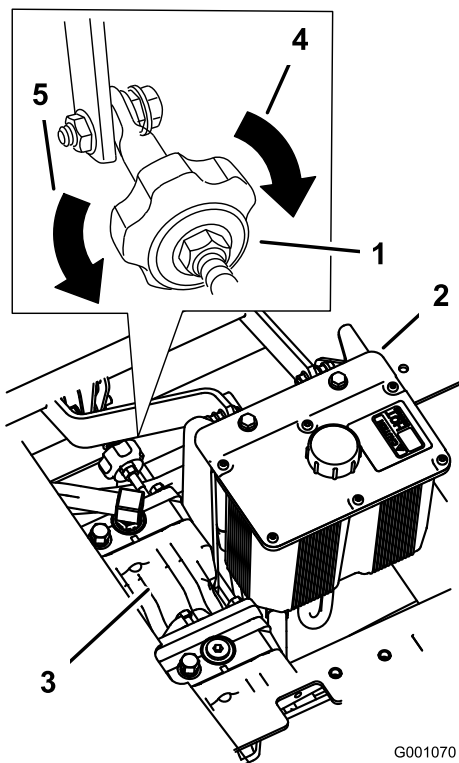

Figura 42
4. Para que la máquina vaya a la derecha, gire el pomo hacia el lado derecho de la máquina. Consulte Figura 42.
5. Para que la máquina vaya a la izquierda, gire el pomo hacia el lado izquierdo de la máquina. Consulte Figura 42.